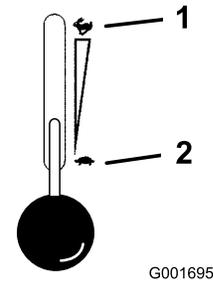

Figura 15
5. Si el motor está frío, mueva el control del acelerador a la posición de Rápido antes de arrancarlo (Figura 15).
2. Ponga la palanca del acelerador en un punto intermedio entre las posiciones lento y rápido (Figura 15).